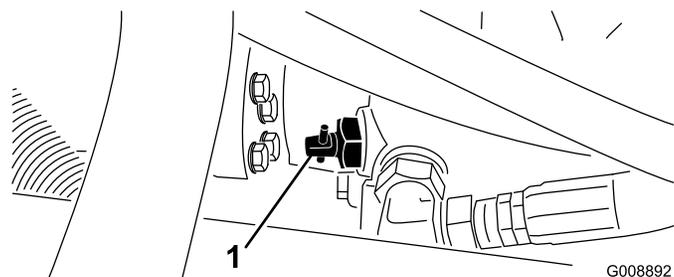

Figura 42
- Girate la valvola di bypass, sulla pompa (Figura 42) a 90°.